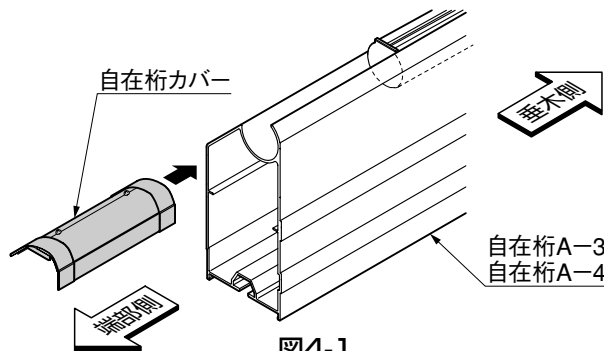

図4-1
- ① 自在桁カバーを自在桁に挿入してください。(図4-1参照)